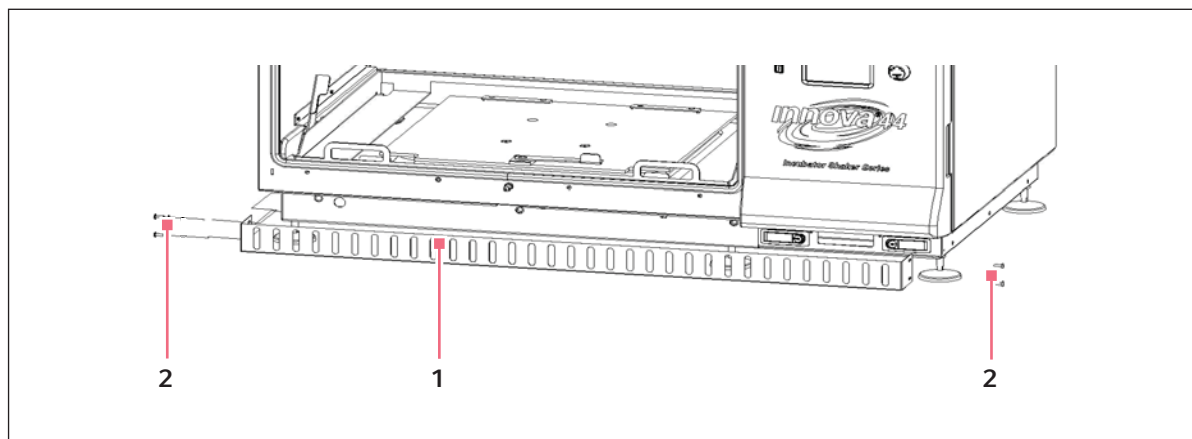

Fig. 6-1: Instale a grelha frontal
3. Mantenha a grelha frontal posicionada (aqui Fig. 6-1 na pág. 22) e volte a colocar os parafusos.